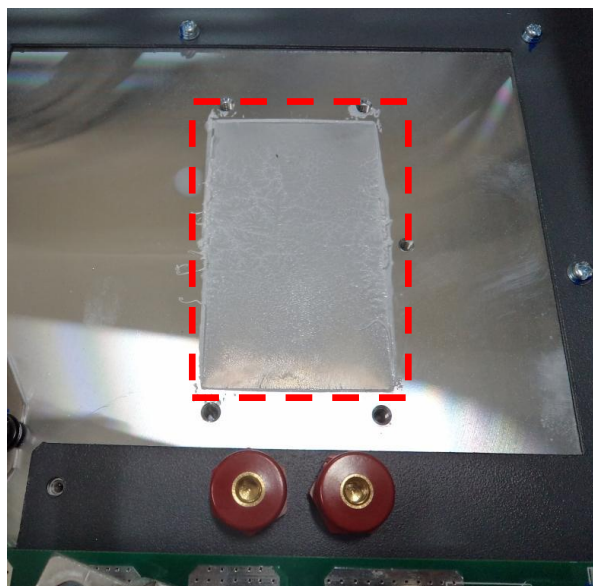

Рис.7.16
7.6.1. Удалить бязевую салфеткой, смоченной в СБС, остатки теплопроводного компаунда в месте установки матрицы IGBT (рисунок 7.16, красный контур).